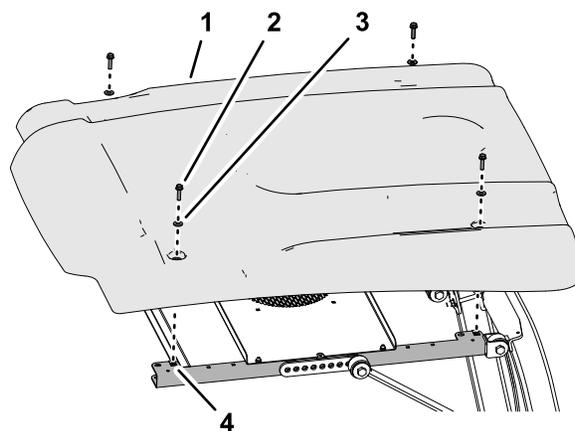

Figura 10
2. Montate il parasole sulle canaline del telaio (Figura 10) con i 4 bulloni a testa flangiata (5/16" x 1/4") e le 4 rondelle (5/16") rimossi in 2 Rimozione del parasole \(pagina 2\).